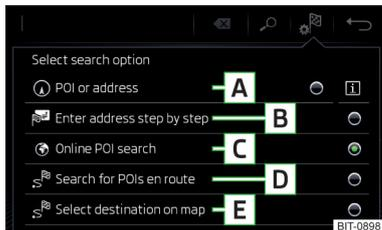

Fig. 157
#### Superficies de función » fig. 157
- Luego pulsar la superficie funcional de un punto del menú para la búsqueda del destino **A**, **C** o **D** » fig. 157 de la pág. 145.
- Luego pulsar la superficie funcional → **E** » fig. 157 de la pág. 145.